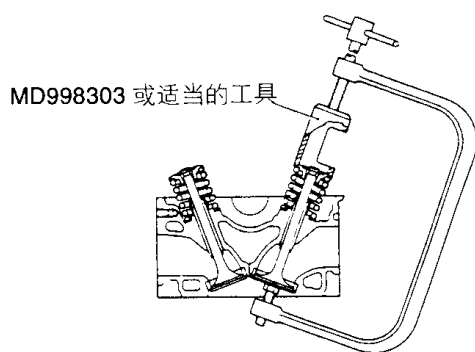

图 2-56 拆卸锁簧
(1) 拆卸气缸盖螺栓时，用专用工具从四周向中间交叉的慢慢而均匀地拧松气缸盖螺栓。
(2) 如图 2-56 所示，拆卸锁簧时，用专用工具或其他适当的工具压缩气门弹簧，拆下锁簧，然后拆下上座、弹簧、座和气门。注意按各气门分别保存好所拆下的零件，以便在